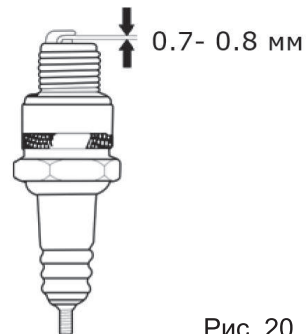

Рис. 20
5. Проверьте зазор между электродами свечи зажигания. Он должен составлять 0.7-0.8мм (рис. 20). При необходимости отрегулируйте зазор.